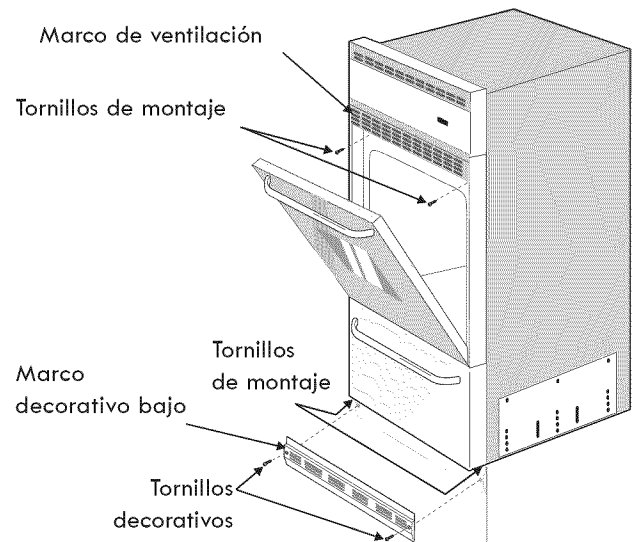

Figura 6
Para ajustar el artefacto al gabinete (figura 6):
2. Instale el marco decorativo bajo el artefacto (como lo muestra la figura 6) utilizando los 2 tornillos decorativos proporcionados con el artefacto.